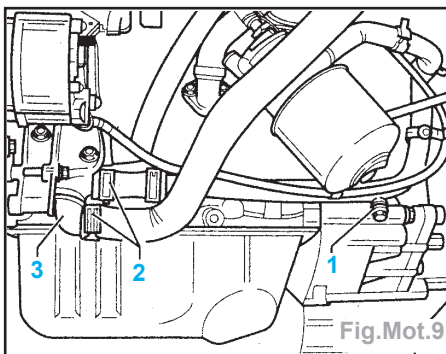

Fig.Mot.9
- soit par l'intermédiaire de la vis de vidange (1) et des durites (2) (Fig.Mot.9),